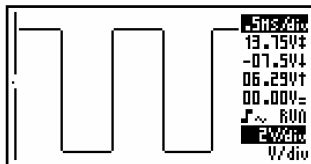

Fig 7.0
- Het wijzigen van de tijdbasis of gevoeligheid schakelt het autobereik uit. (Fig 7.0)
- Tout changement de la vitesse de balayage ou de la sensibilité, annule le mode "autorange". (Fig 7.0)
Autobereik aan (Fig. 7.0) :